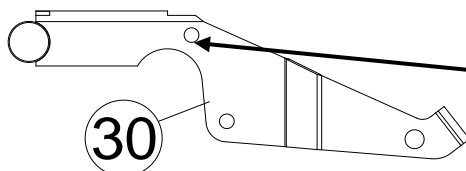

Fig. 1
2. **FIXEZ** la poignée supérieure (73) dans les supports latéraux au moyen de la visserie (4 et 38). **REMARQUE** : la commande doit être orientée vers le bas.
3. **FIXEZ** le câble de relevage des dents (16) dans le trou supérieur du levier des dents (30) (voir Fig. 1 commande ci-dessous et l'illustration des pièces correspondante page 10) en insérant la goupille (55) dans le trou le plus proche de l'extrémité de la poignée. Insérez l'anneau.
4. **FIXEZ** le câble de la commande (54) sur le support de la poignée (74) en l'emprisonnant entre les deux écrous du support et en les serrant. Montez le tendeur de câble (52) en le vissant sur l'extrémité du câble jusqu'à ce que le filetage apparaisse. **REMARQUE** : après le montage, la partie saillante du tendeur fileté doit être orientée vers l'opérateur. Vérifiez le bon fonctionnement des câbles avant toute utilisation. S'il est nécessaire de régler la tension de la courroie sur le câble de la commande, desserrez les écrous et déplacez la position du serre-câble vers le haut ou vers le bas jusqu'à la tension souhaitée. **REMARQUE** : si la tension est insuffisante, les dents ne tournent pas. Si la tension est excessive, la courroie s'usera prématurément.